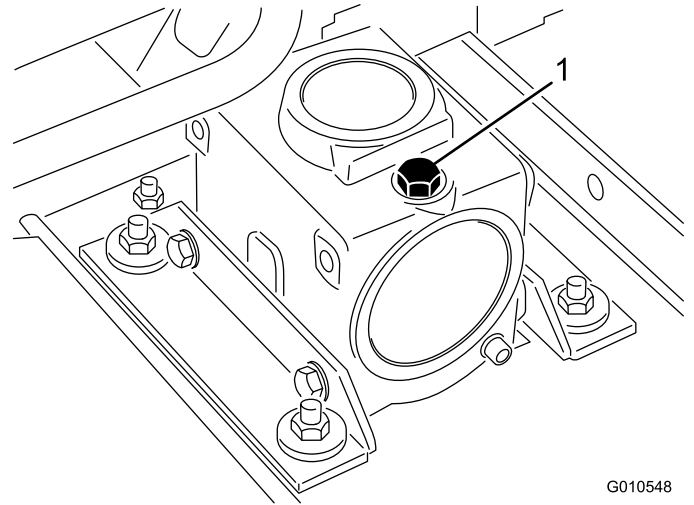

Figure 19
- Placez la machine et le plateau de coupe sur une surface plane et horizontale, et abaissez le plateau de coupe. Retirez la jauge/le bouchon de remplissage du haut du boîtier d'engrenages (Figure 19) et vérifiez que le niveau de lubrifiant se situe entre les repères de la jauge. Si le niveau de lubrifiant est bas, ajoutez de l'huile pour engrenages SAE 80-90 jusqu'à ce que le niveau se situe entre les repères.